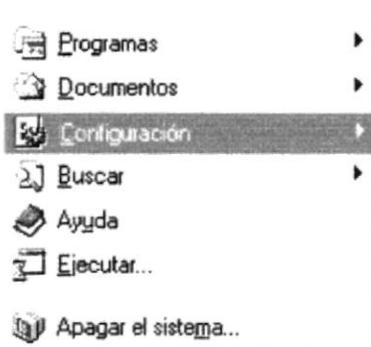

Fig. 4-2. Menú de Tareas de Windows '95 (Configuración)
3. Después le aparecerá el siguiente menú, donde usted deberá seleccionar la opción **Configuración** (Ver Fig 4-2.).